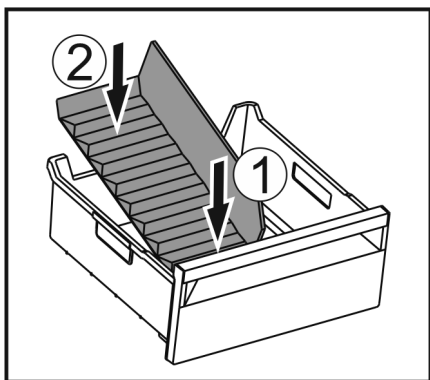

Fig. 115
- ▶ Vstavite sprednji del pregrade predala za led. Fig. 115 (1)
- ▶ Zadnji del pregrade predala za led spustite do dna predala. Fig. 115 (2)